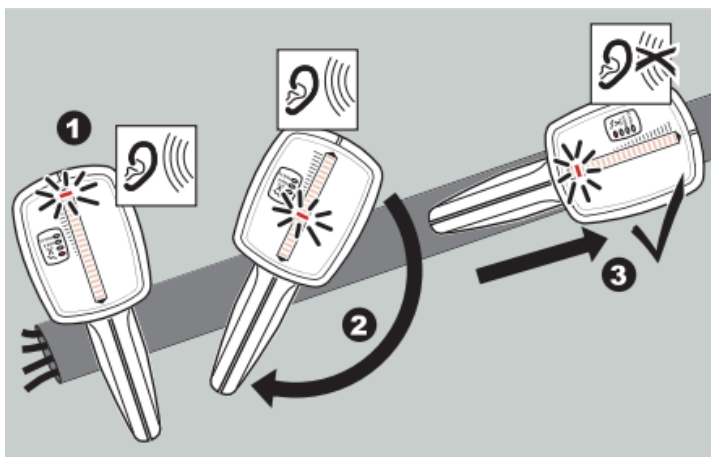

Рис. 8.9 Визначення напрямку комунікації
3. Відсутність сигналу, свідчить про те, що пристрій направлено вздовж осі комунікації (рис. 8.9).